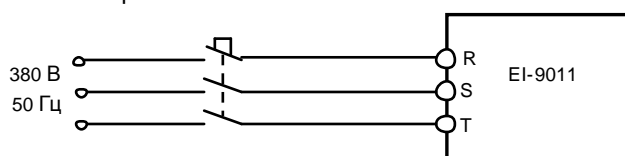

Рис. 4.16. Подключение ПЧ к сети 3ф 380В.
- 4.12.2. Подключить ПЧ к сети 3Ф ~380 В, как показано на рис. 4.16.